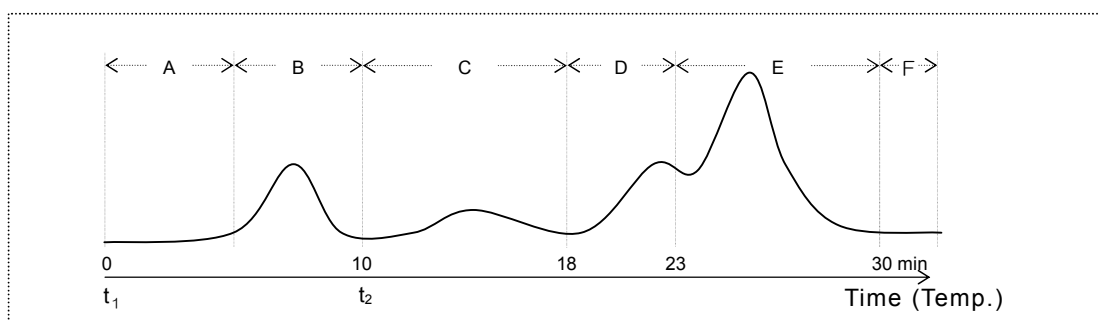

Fig. 4.17 セラミック複合材の EGA 曲線
“Heart-Cut EGA Analysis” では“Direct EGA Analysis” によって得た発生ガス曲線（EGA 曲線）をもとにして、サンプリングする各ゾーンの範囲（溶出時間）とサンプリングの有無を決定し、選択的試料導入装置を用いてそれらを GC カラムに自動的に導入して分析します。分析例としてセラミック複合材料を $100 \rightarrow 600^\circ\text{C}$ ($20^\circ\text{C}/\text{min}$) の加熱条件で得た EGA 曲線を Fig. 4.17 に示します。
- (1) “Furnace”と“Interface”のチェックボックス（B）にチェックマークを入れ、ヒーターを“ON”にしてください。
- (2) 昇温プログラムをCのテーブルに入力して下さい。入力方法は“Direct EGA Analysis”と同じです。
- (3) Fig. 4.17 の EGA 曲線から各 Zone の終了時間を決め、Dに入力して下さい。（MS を検出器として各イオンを用いるマスクロマトグラムを使用すれば、目的成分の溶出温度がより明確になります。）《各 Zone の Initial（min）には前の Zone の“Final（min）”が自動的に入力されます。Zone A の“Initial”は 0.0min（固定）から開始します。“Initial（℃）”および“Final（℃）”は自動計算され表示されます。》
- (4) 選択的試料導入装置およびマイクロジェット・クライオトラップを自動制御する場合には、E の周辺装置設定画面で、該当装置にチェックマークを入れてください。
- (5) 各ゾーンのサンプリングの有無、および自動冷却捕集の設定は、F のチェックボックスにチェックマークを入れることで可能です。
- (6) G のボタンによって A～D ゾーンと、E～H ゾーンの各 4 ゾーンずつの設定画面を切り替えることができます。
- (8) 試料をカップに入れてサンプラーに付け、熱分解装置に取り付けます。次に、取り付け部の死空間をパージするために、約 2 分待ちます。